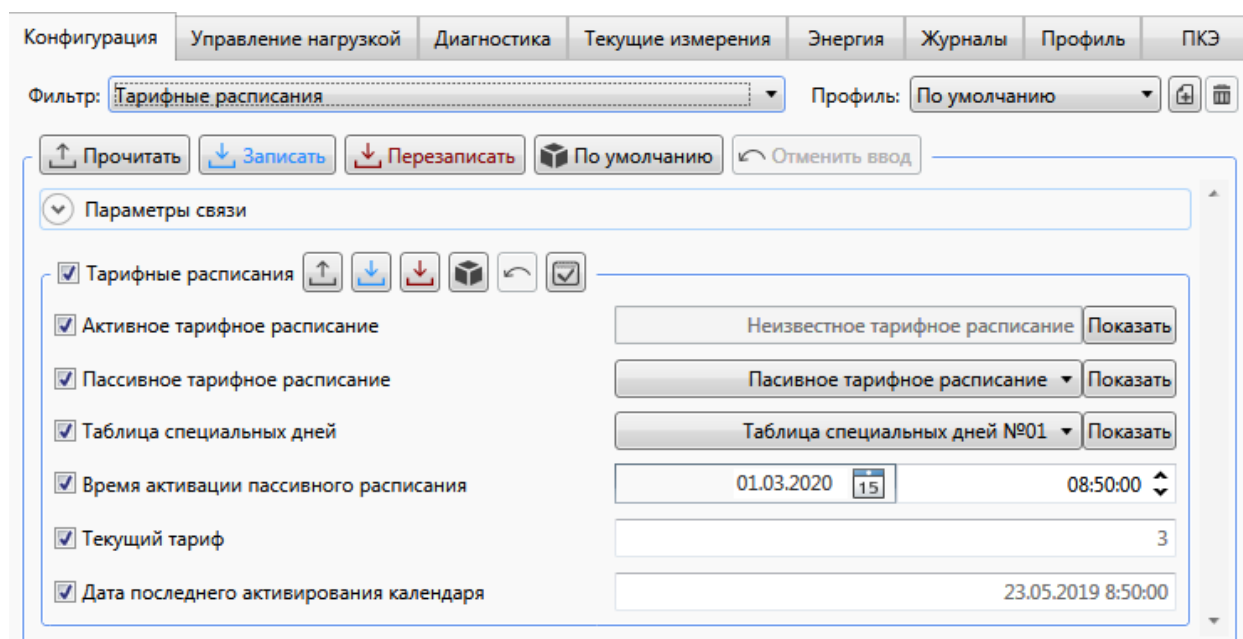

Рисунок 9.31 – Активация тарифного расписания
- нажать кнопку  для записи измененных параметров в счетчик (рисунок 9.31).